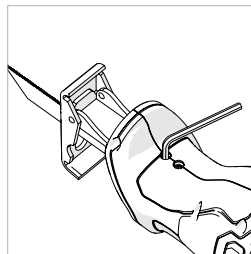

Fig. 4
- 1) Lossa de 2 ställskruvorna under det främre handtaget. (Fig.4)